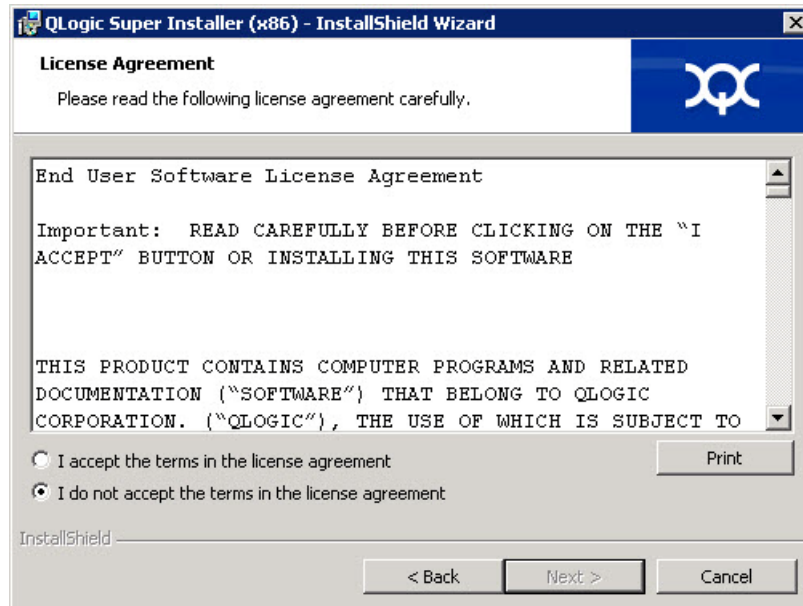

Figura 3-3. Asistente QLogic InstallShield: Ventana License Agreement (Contrato de licencia)
4. Realice lo siguiente en la ventana de Contrato de licencia del asistente (Figura 3-3):